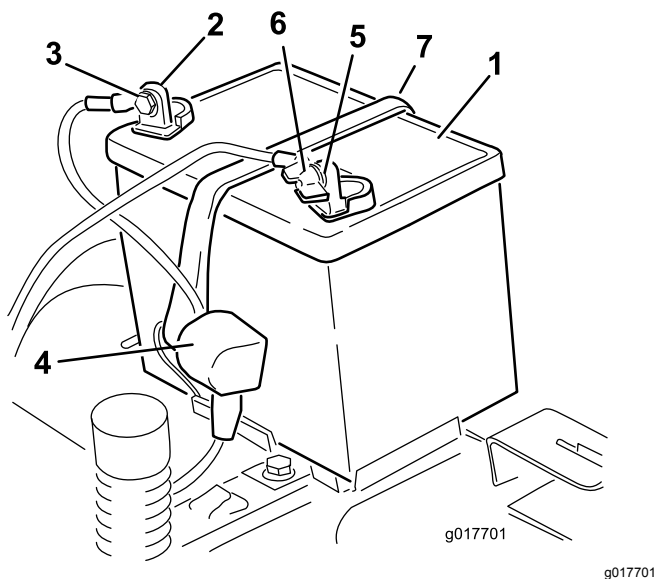

Figura 40
4. Desconecte el cable negativo de tierra (negro) del borne de la batería (Figura 40).
6. Desconecte el cable positivo (rojo) del borne de la batería (Figura 40).
7. Retire la correa de sujeción de la batería (Figura 40) y levante la batería para retirarla de su bandeja.
1. Coloque la batería en la bandeja (Figura 40).
5. Fije la batería con la correa de sujeción (Figura 40).